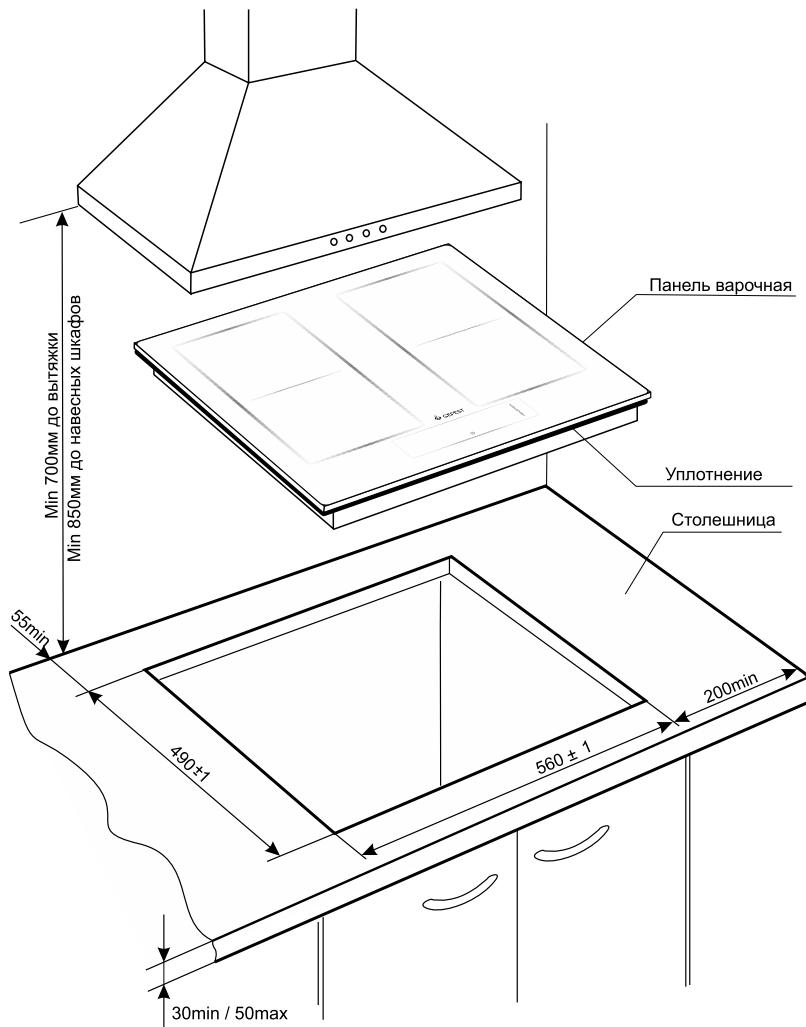

Рис. 5 ПВИ 4234 К1; ПВИ 4234 К23
1. Точно разметить на столешнице контур проема под варочную панель (рис. 5).